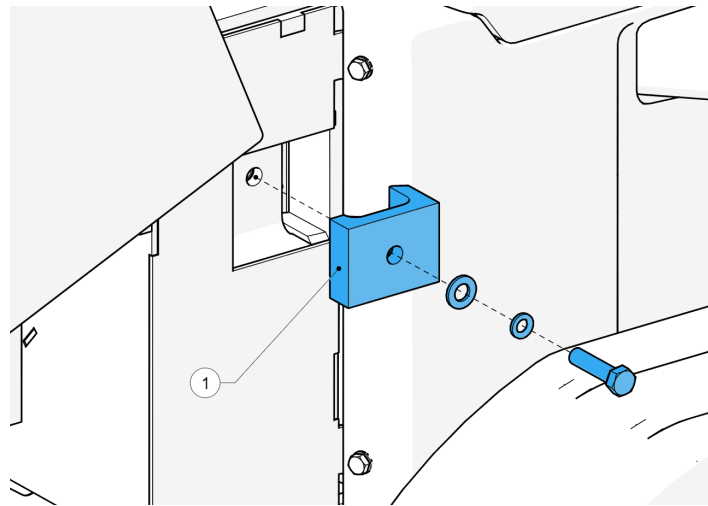

Figure 58 - Position de la fixation de l'enclume
4. Localisez la fixation de l'enclume (1, Figure 58).